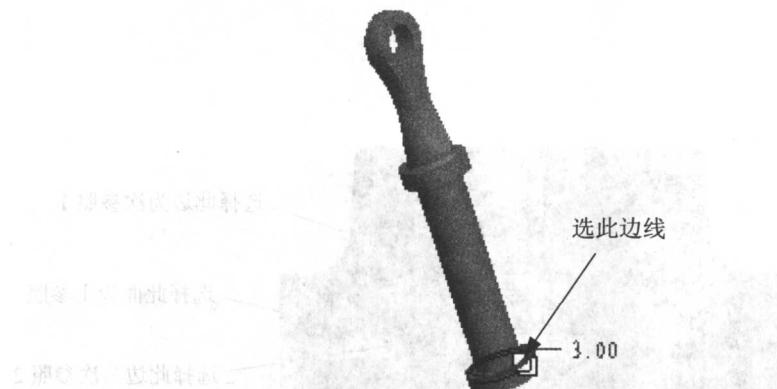

图 1.1.20
(1) 选取特征的命令：选择 $\text{插入} \rightarrow \text{倒圆角} \dots$ 命令。
(2) 选取圆角的放置参照：在模型上选择如图 1.1.20 所示的边线。
(3) 给出圆角的半径值：在操控板中的圆角半径文本框中键入 3，并按回车键。